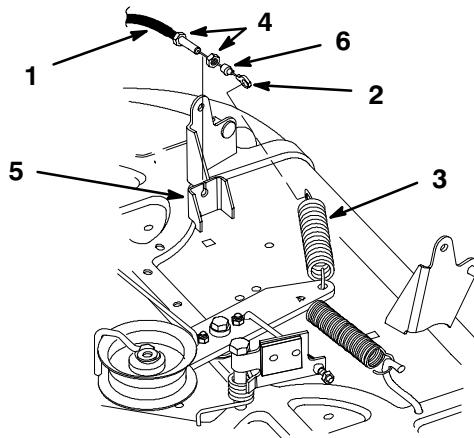

Bild 47
10. Entfernen Sie den Gummiwischer und die erste Klemmmutter. Drehen Sie die zweite Klemmmutter ganz auf den Schneidmesserzug auf. Führen Sie das Kabel durch den Schlitz im Schneidwerkbügel und drehen die zweite Klemmmutter auf das Kabel (Bild 47) auf.
11. Befestigen Sie das Ende des Schneidwerkzugs an der Spannrollenfeder (Bild 47).